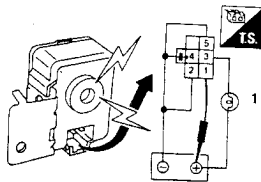

Рис. 12.52 Проверка таймера предупреждающей системы ремней безопасности (См. Раздел 31)
3. Если необходимо, таймер можно проверить при помощи контрольной лампочки, подсоединенной, как показано на Рис. 12.52 При подсоединении лампочки, она должна загореться и звуковой сигнал включиться на 4-8 секунд. В противном случае замените таймер.